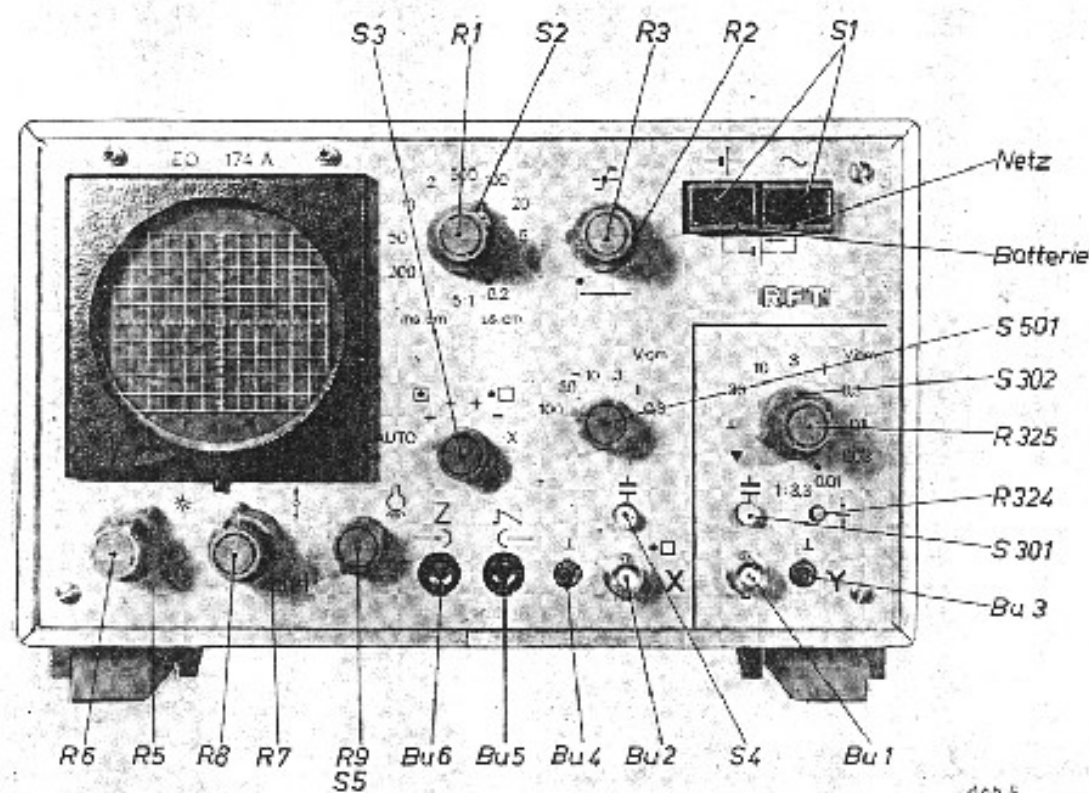

Abb. 5
5.3. Anordnung und Zweck der Betätigungs- und Anschlußelemente (Anordnung gemäß Abb. 5)